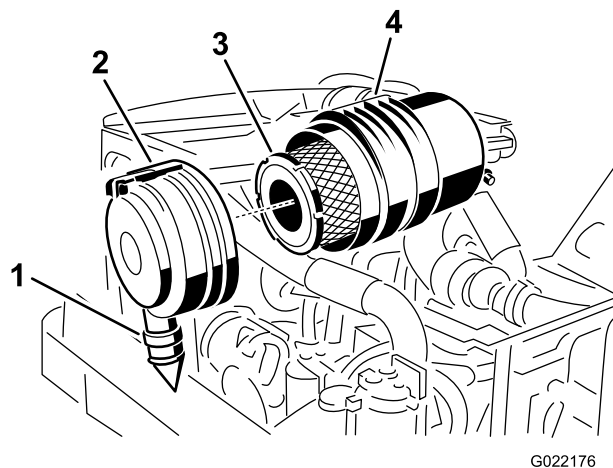

Рисунок 117
4. Снимите фильтр грубой очистки (Рисунок 117).